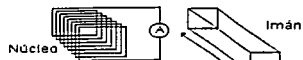

Figura 3
- Mover un imán permanente a través del núcleo de una bobina, como se muestra en la figura 3.
5.	Generó electricidad por magnetismo. <ul style="list-style-type: none"> <li>• Movié el imán permanentemente a través del núcleo de una bobina como se ilustra en la figura 3.</li> <li>• Registró lo ocurrido</li> </ul>